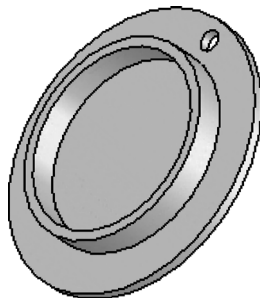

图 9-11 拉伸切除实体 2
**03** 切除拉伸实体 2。选择菜单栏中的“插入”→“切除”→“拉伸”命令, 或单击“特征”控制面板中的“拉伸切除”按钮, 系统弹出“切除-拉伸”属性管理器; 设置拉伸切除的终止条件为“完全贯穿”, 其他选项保持系统默认设置, 单击“确认”按钮, 生成端盖安装孔特征, 如图 9-11 所示。